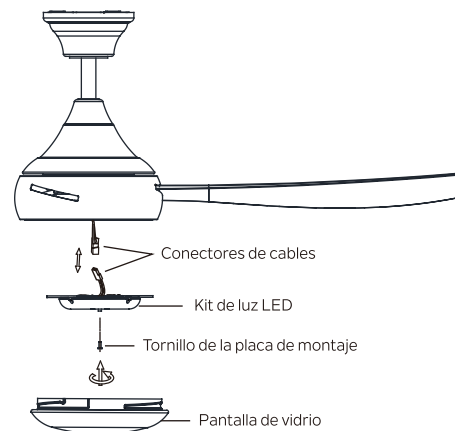

Figura 20
Paso 1. Afloje dos de los tornillos de la placa de montaje en la placa de montaje y retire y guarde el tercer tornillo de la placa de montaje. **(Figura 20)**
Paso 2. Mientras sostiene el kit de luz debajo del ventilador de techo, presione los conectores cuadrados de cables para unirlos. Uno del ventilador y otro del kit de luz. **(Figura 20)**
Vuelva a colocar el tercer tornillo de la placa de montaje que se retiró previamente y apriete los 3 tornillos de la placa de montaje para asegurarse. **(Figura 20)**
NO AJUSTE EN EXCESO. (Figura 20)